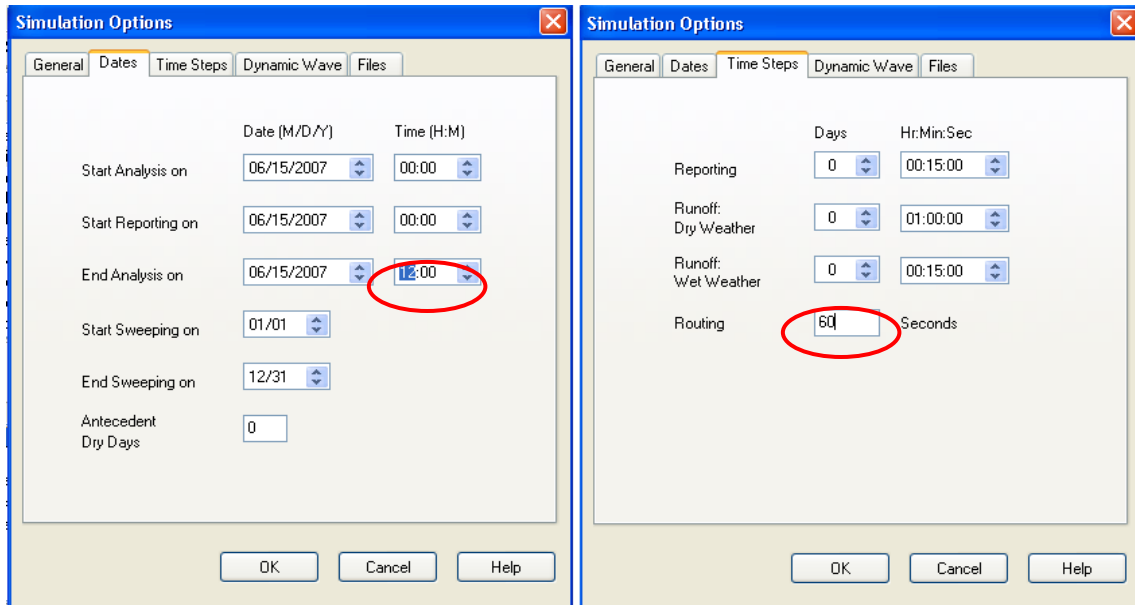

Figure 27 Les différentes options de la simulation
- Sur la même page de dialogue fixer la fin de la simulation (end Analysis Time) à 12 :00 :00 (figure 27).
- Sur la même page de dialogue fixer le pas de temps (Time Step) à 60 sec (figure 27).